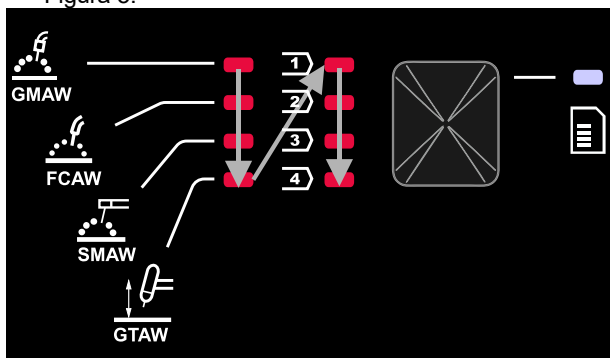

Figura 5
- Premendo nuovamente il tasto sinistro [27] l'indicatore dei programmi di saldatura (28 o 29) passerà al programma successivo nella sequenza mostrata nella Figura 5.